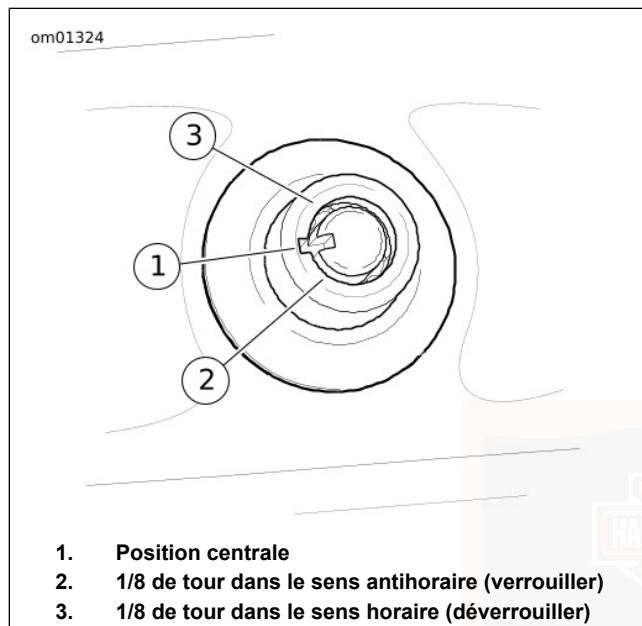

Figure 32. Verrou de coffre
1. Voir Figure 32. Pour déverrouiller le coffre, introduire la clé dans le verrou à barillet et la tourner de 1/8 de tour dans le sens horaire. Remettre la clé en position centrale et la retirer.